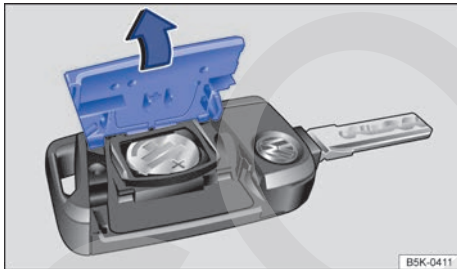

Fig. 26 Llave del vehículo: apertura de la tapa del compartimento de la pila.
- Abra la tapa de la parte posterior de la llave haciendo palanca con un objeto apropiado (p. ej., con una moneda) \Rightarrow fig. 26 en el sentido de la flecha \Rightarrow ①.
- Coloque la tapa tal y como se muestra ⇒ fig. 26 y presiónela sobre la carcasa de la llave en el sentido contrario al de la flecha hasta que encastre.